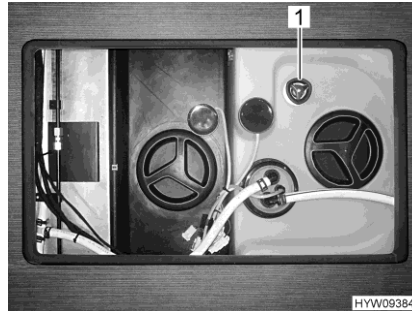

Fig. 210 Tirador giratorio (depósito de agua)
- Girar el tirador giratorio (Fig. 210,1) sobre el depósito de agua en sentido contrario a las agujas del reloj, hasta primera pestaña. El agua se saldrá hasta aprox. 20 litros.
- Girar el tirador giratorio (Fig. 210,1) sobre el depósito de agua en sentido de las agujas del reloj, hasta el tope.
- Girar el tirador giratorio (Fig. 210,1) del depósito de agua en sentido contrario a las agujas del reloj sobrepasando la resistencia, para abrir el orificio de salida completamente.